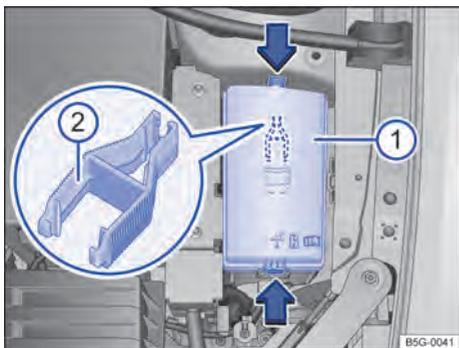

Fig. 169 No compartimento do motor: cobertura ① da caixa de fusíveis com pinça de plástico ②.
- Pressionar as travas no sentido da seta → Fig. 169 ①, para destravar a cobertura da caixa de fusíveis.
No lado interno da cobertura da caixa de fusíveis no compartimento do motor pode haver uma pinça de plástico → Fig. 169 ② para a retirada dos fusíveis.